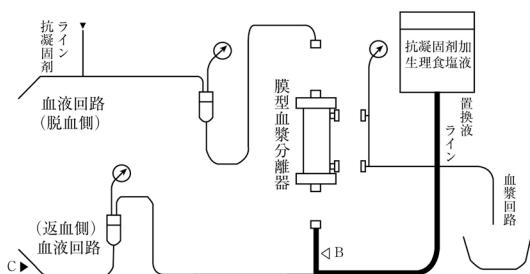

図3. 血液回路の洗浄(2)
- (1) 返血側回路のBをクランプする。
- (2) 置換液ラインに抗凝固剤加生理食塩液(1000mL)を接続し、抗凝固剤加生理食塩液を流す。
- (3) 充填し終えたらCをクランプする。
- (4) クランプBを外す(図3参照)。